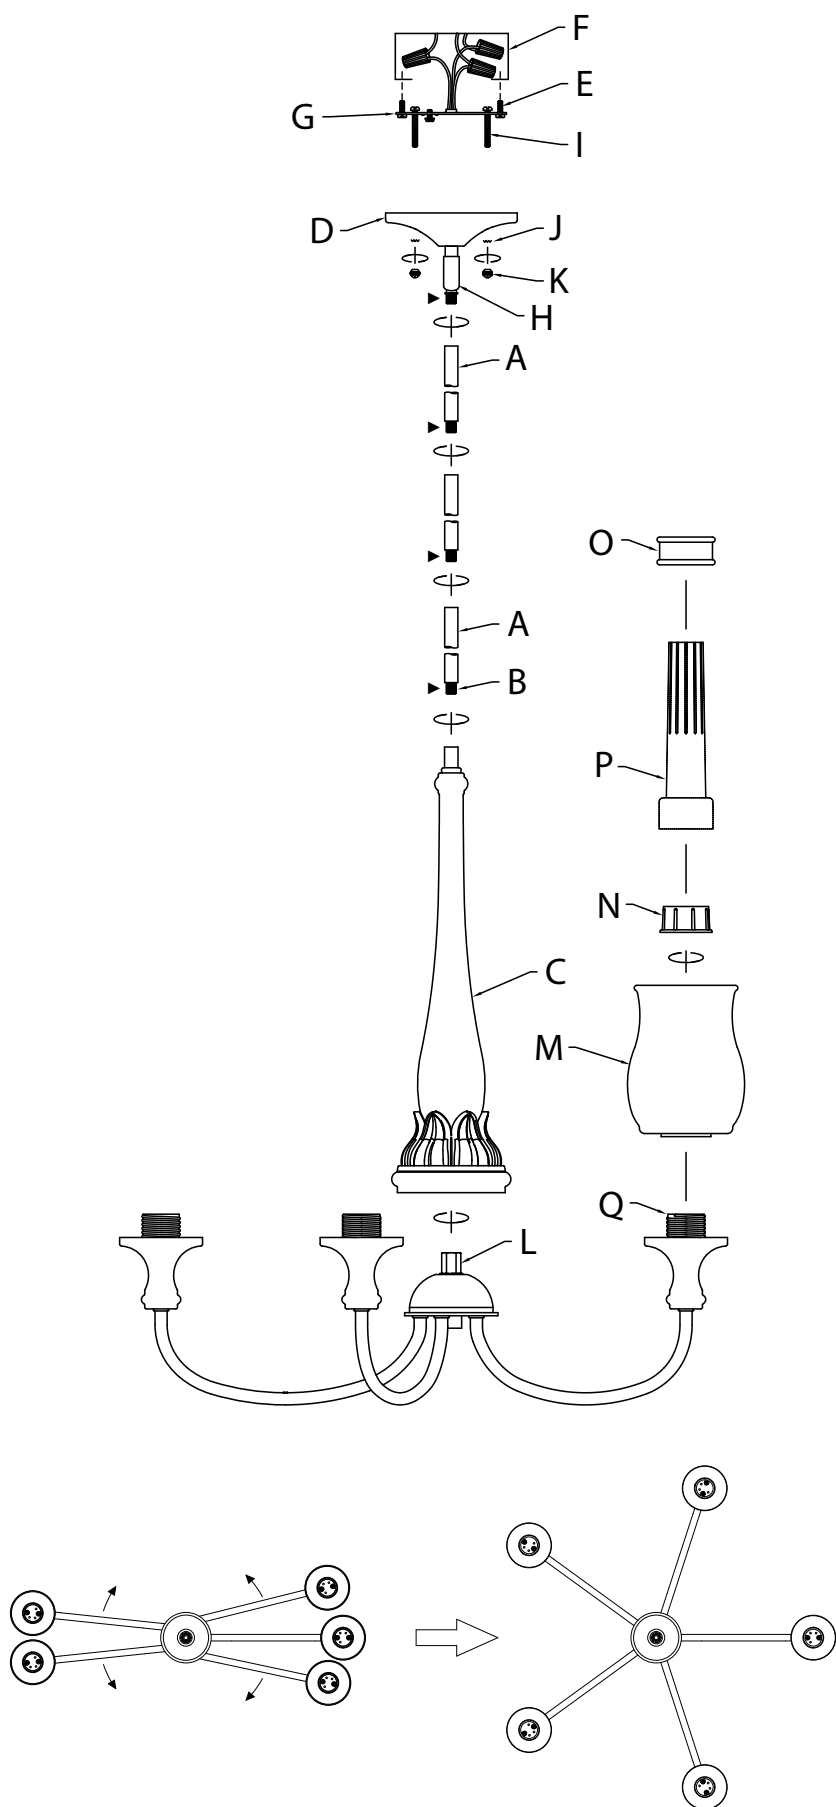

Fig. 1
1. Tournez les bras en position (voir Fig. 1).